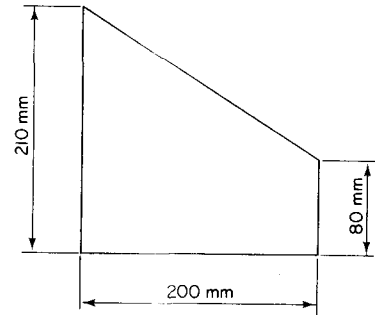

Fig. 3.26
18. Draw the template shown in Fig. 3.26.